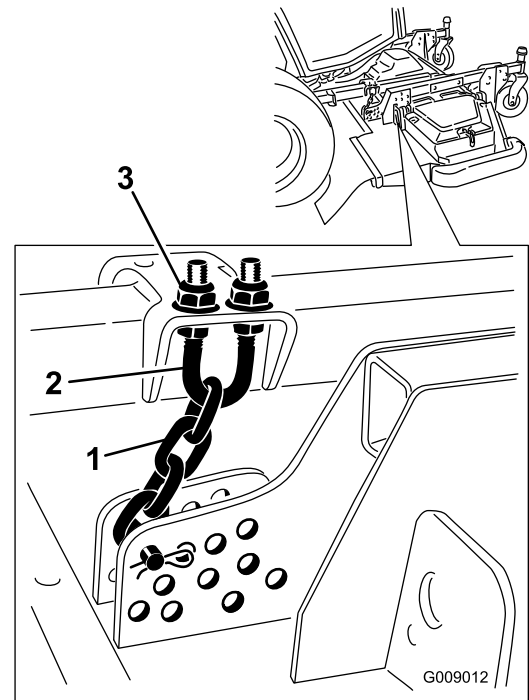

図 94
- 刈高チェーンのUボルトの上側または下側に付いているジャムナットをゆるめる (図 94)。